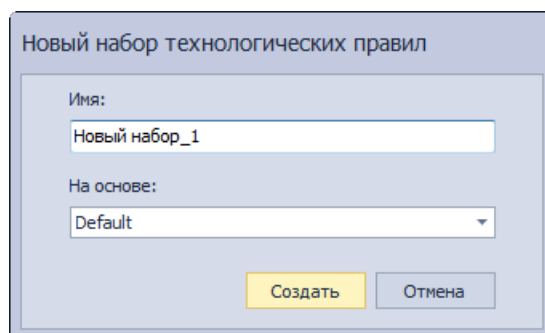

Рис. 128 Ввод имени для нового набора
3. В окне «Новый набор технологических правил» введите имя создаваемому шаблону правил в поле «Имя», Рис. 128.